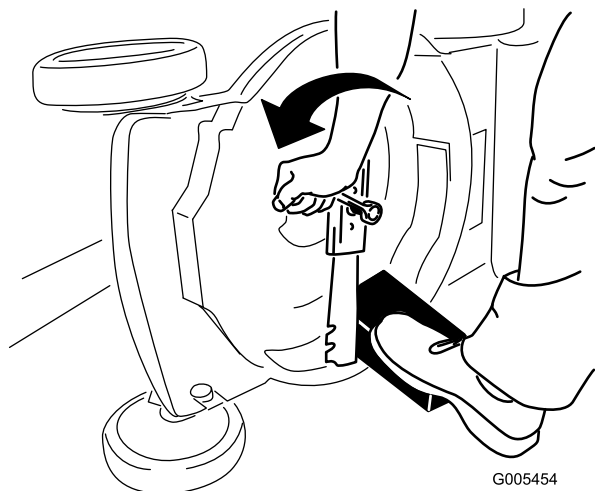

Figure 33
3. Immobilisez la lame avec un morceau de bois (Figure 33).
4. Déposez la lame mais ne jetez pas les fixations (Figure 33).